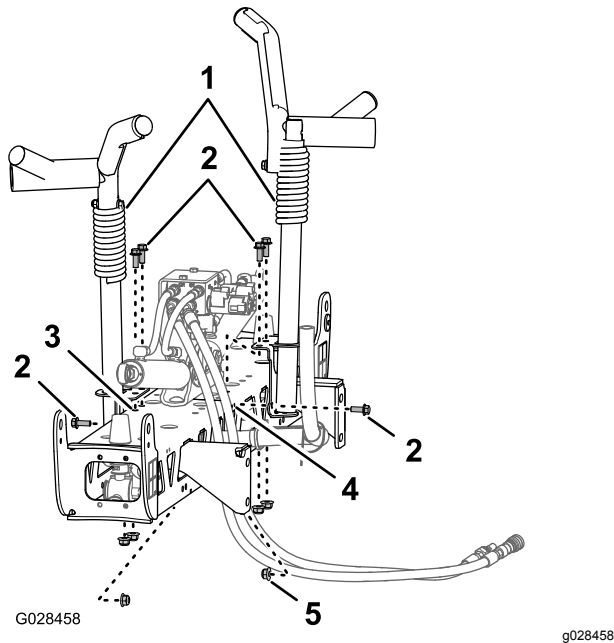
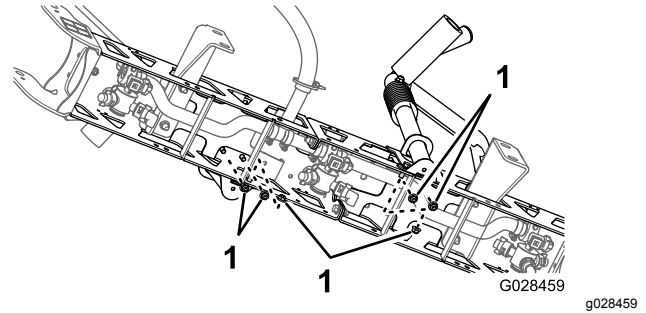

Bild 37
Bild 38
2. Fluchten Sie die Transportgabeln des mittleren Auslegerabschnitts aus (Bild 37).
3. Befestigen Sie die Gabeln mit sechs Schrauben ($\frac{3}{8}$ " x 1") und sechs Sicherungsbundmuttern ($\frac{3}{8}$ ") am Auslegerabschnitt (Bild 37 und Bild 38).